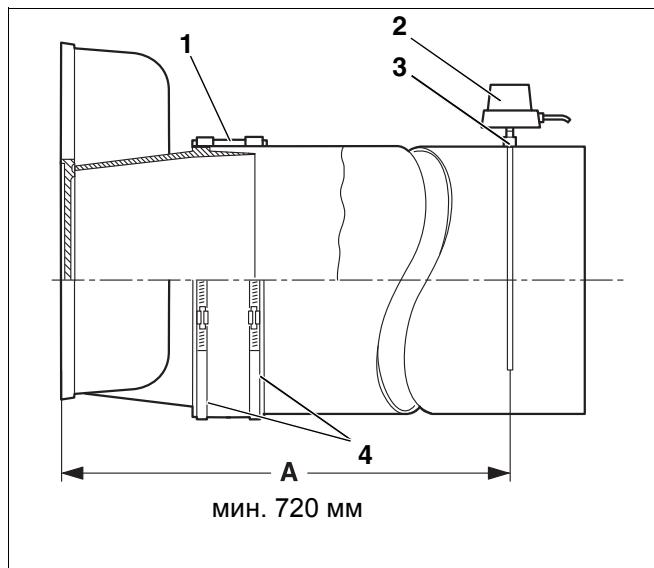

Рис. 29 Установка дымовой трубы
Мы рекомендуем использовать уплотнительную манжету трубы дымовых газов (рис. 29, поз. 1).
- Надеть хомуты (рис. 29, поз. 4) на уплотнительную манжету. Один хомут должен при этом зажимать патрубок сборного коллектора дымового газа, а второй - трубу дымового газа.
- На расстоянии (A) от сборного коллектора дымовых газов, равном двойному диаметру трубы дымовых газов, но минимум 720 мм, вварить муфту (рис. 29, поз. 3) в трубу дымовых газов .
- Установить датчик температуры дымовых газов (рис. 29, поз. 2) в соответствии с отдельной инструкцией по его монтажу.